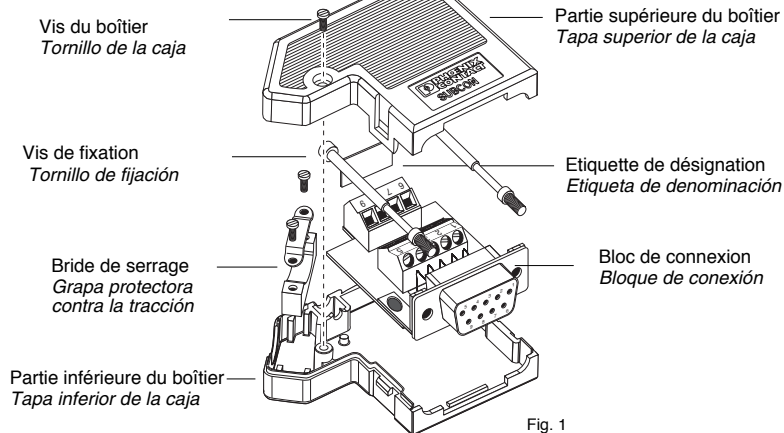
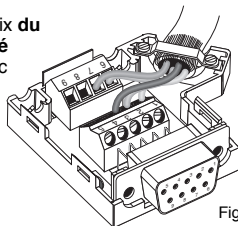

Fig. 1
Fig. 2
**Alimentation du câble au choix du côté gauche (fig. 1) ou du côté droit (fig. 2), en tournant le bloc de connexion dans le boîtier!**
**Pose du blindage sous l'étrier du collier de la bride de serrage (fig. 2).**
**Introducción del cable por la izquierda (fig. 1) o por la derecha (fig. 2), a elegir, girando el bloque de conexión en la caja!**
**Colocación del blindaje debajo del estribo de la abrazadera de la grapa protectora contra tracción (fig. 2).**